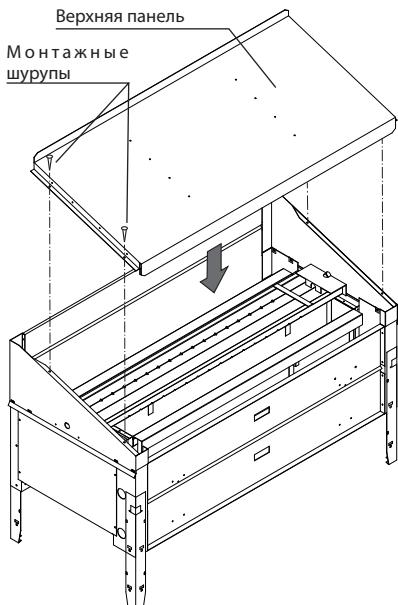

Рис. 7
8. Монтаже верхней панели (рис. 7)